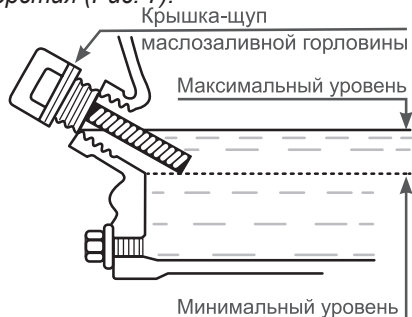

Рис. 7. Проверка уровня масла в картере
Максимальный уровень масла в картере соответствует нижней кромке заливного отверстия (Рис. 7).
4. Аккуратно извлеките щуп и осмотрите его. Уровень масла должен соответствовать верхней отметке на щупе. При недостаточном уровне масла в картере необходимо долить чистое масло до верхней отметки на щупе, что соответствует нижней кромке заливного отверстия (Рис. 7).